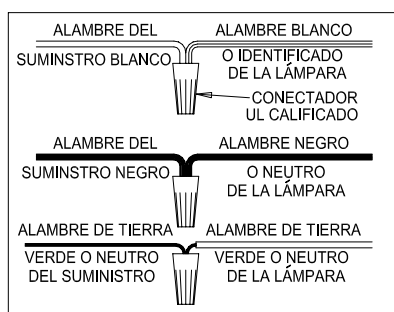

FIG.2
2.-TECHOS SUSPENDIDOS: Coloque el aplique en el enrejado del techo de modo que las barras "T" (5) pasen por las muescas (6) de las barras para colgar. Cierre las barras doblando sus extremos, a fin de acoplar las lengüetas integrales (7). De ser necesario, afiance con tenazas.
3.- UBIQUE LA CAJA (8) a lo largo de las barras para colgar (2) en la posición deseada y, usando tenazas, apriete bien las 4 trabas (10) en el bastidor de yeso (11) sobre las barras-para impedir que la caja se mueva. Los colgadores de barra pueden ser instalados en otras ranuras (12) cuando las condiciones de montaje lo exijan.
4.- ABRA LA TAPA DE LA CAJA DE CONEXIONES (13) levantando el muelle de hoja.
5.- PASE LOS HILOS DEL SUMINISTRO: Por los conectores UL listado (no incluidos), en uno de los cinco agujeros ciegos (14) en la caja de conexiones (15) o, cable tipo NM (Romex), por una apertura encima de la placa de retención (16). Conecte los hilos (17) conforme a Fig.2. Reponga la cubierta.
6.- Regule la altura de la cubierta (8): Afloje los tornillos (18), baje la cubierta a ras del cieloraso y enrosque de nuevo los tornillos.
7.- Para proporcionar acceso a la caja de empalmes (15), después de acabar con el cieloraso, desenrosque los tres tornillos (18) que mantienen la cubierta (8) en posición. Baje la cubierta. Ahora se puede retirar la cubierta de la caja de empalmes (9) para hacer el mantenimiento.
9.- Para instalaciones hermeticas o para cumplir con las exigencias del Código de Energía del Estado de Washington, rellenar el espacio entre la cubierta (8) y el cieloraso (19) de muro de mampostería sin mortero con una masilla de silicona, cinta, o otro medio conforme al código local oficial. Se puede usar el Kit de Junta Progress Lighting P8584-01 (comprar por separado). (Vea Fig. 2).